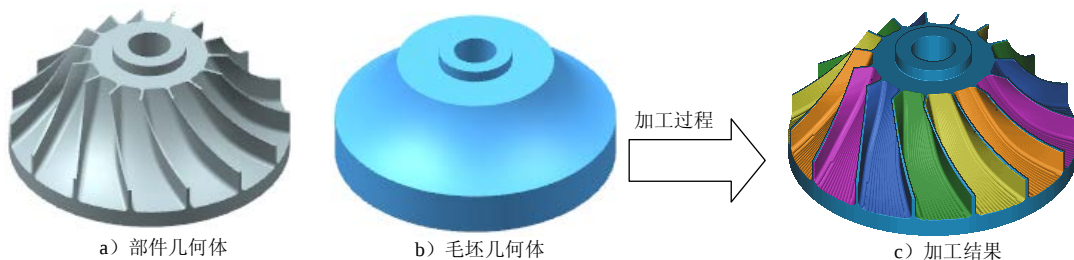

图 5.5.1 多轴加工
本范例讲述的是一个叶轮零件的多轴加工操作, 在学完本节后, 希望能增加读者对多轴加工的认识, 进而掌握 UG NX 中多轴加工的各种方法。本范例所使用的部件几何体、毛坯几何体及加工结果如图 5.5.1 所示, 下面介绍其创建的一般操作步骤。
Step3. 在“部件几何体”对话框中选择 **几何体** 单选项，在图形区选取图 5.5.1 a 所示的叶轮模型。